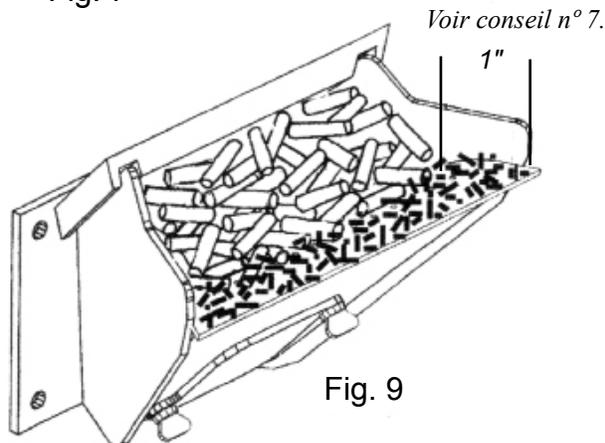

Fig. 9
7. Réglez le bouton de réglage de l'alimentation de façon à obtenir une combustion maximale : Avec le bouton de réglage de l'allumeur sur « AUTO », placez le sélecteur de mode sur « Stove Temp » et mettez le ventilateur sur « H ». Mettez le bouton de réglage de la température sur 7. Laissez le poêle fonctionner environ 30 minutes, puis vérifiez les cendres à l'avant du pot de combustion (fig. 9). Si le lit de cendres est supérieur à 2,5 cm (1"), augmentez le réglage de l'alimentation de 4 à 5. Laissez brûler 30 nouvelles minutes et vérifiez de nouveau. Si vous n'arrivez pas à obtenir un lit de cendres de moins de 2,5 cm (1") sur la position 6, ce n'est pas un problème. Le lit de cendres de 2,5 cm (1") est obtenu au taux de combustion maximal, et avec la plupart des réglages normaux, vous obtiendrez un lit plus épais.